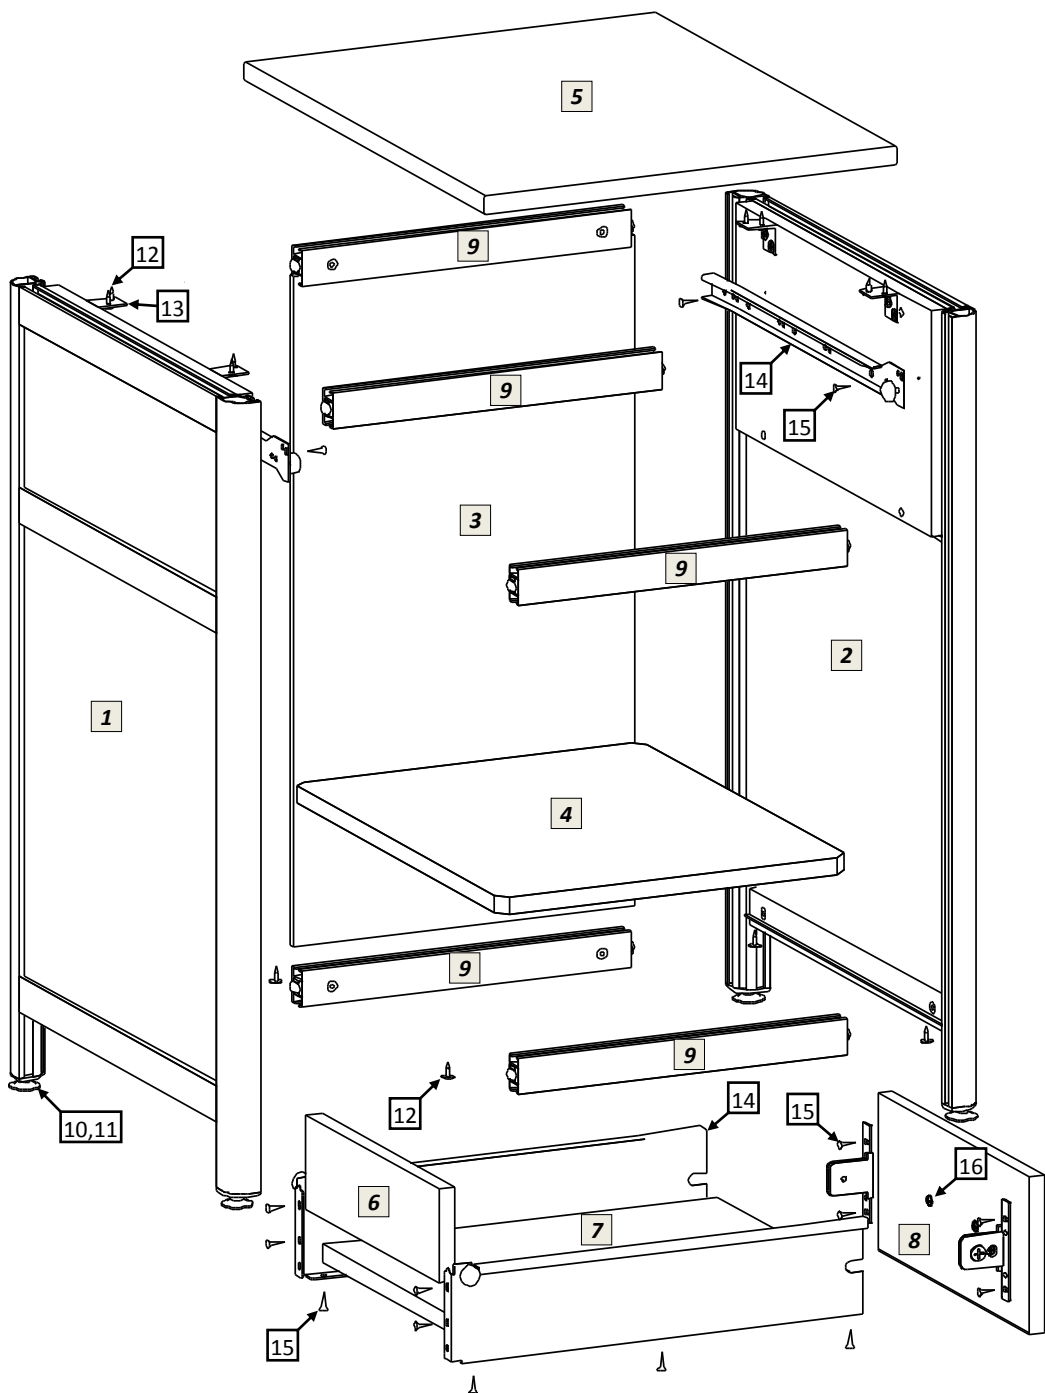

рис.1
- 5.1 Распаковав тумбу, внимательно ознакомьтесь со схемой сборки, изображённой на рис.1. Согласно позициям на схеме и комплектовочной ведомости определите расположение деталей в изделии и порядок их сборки. Сборка производится на ровном полу, укрытом материалом, предотвращающим повреждение покрытия пола и деталей мебели. Подготовьте необходимые для сборки инструменты – плоскую и крестовую отвёртки, молоток, рулетку или линейку, гаечный ключ 12мм для регулировки опор, шуруповёрт.
- 5.4 Сборка выдвижного ящика. Схема сборки ящика показана на рис.1. Шурупами 4x16 соедините заднюю стенку, днище ящика и его фасад с металлическими боковинами направляющего механизма. На фасад ящика установите ручку.